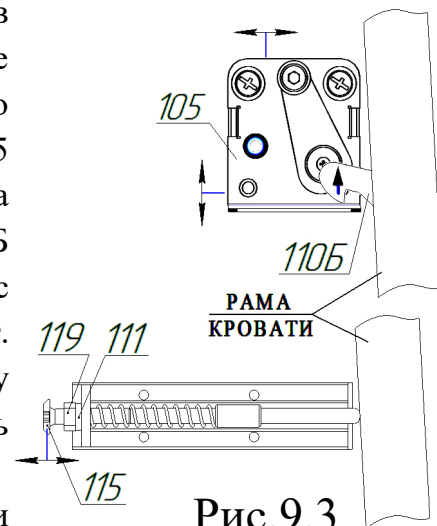

Рис.9.3
18. Отрегулировать толкатель поз.56, установленный в **пункте 5**. Для этого опустить раму кровати в приоткрытое положение. Надавить на раму в области установленного механизма фиксации поз.105. Вворачиванием винта М8х35 поз.115 установить начало примагничивания маятника механизма фиксации поз.105 к собачке поз.110Б (см.рис.9.3). Собачка при этом должна выйти из зацепления с механизмом. Вывернуть винт М8х35 поз.115 на один оборот. Придерживая от вращения винт поз.115, затянуть гайку поз.119 до упора так, чтобы шайба поз.111 оказалась прижата к корпусу толкателя поз.103.